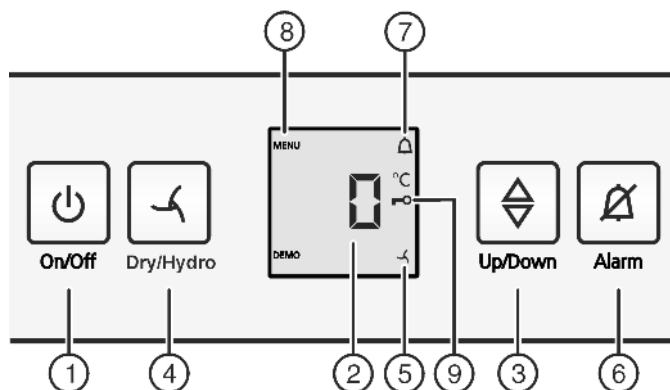

Fig. 2
- ▶ Taste On/Off Fig. 2 (1) drücken.
- ▶ Einstellmodus aktivieren: Taste Dry/Hydro Fig. 2 (4) ca. 6 s drücken.
- ▷ Das Symbol Menu Fig. 2 (8) leuchtet.
- ▶ Die Taste Dry/Hydro Fig. 2 (4) kurz drücken, um zu bestätigen.
- ▶ Zum Einschalten der Kindersicherung Taste Dry/Hydro Fig. 2 (4) kurz drücken.
- ▷ Das Symbol Kindersicherung Fig. 2 (9) leuchtet. In der Anzeige blinkt **cl**.
- ▶ Zum Ausschalten der Kindersicherung Taste Dry/Hydro Fig. 2 (4) kurz drücken.
- ▷ Das Symbol Kindersicherung Fig. 2 (9) erlischt. In der Anzeige blinkt **cl**.
- ▶ Einstellmodus deaktivieren: Taste On/Off Fig. 2 (1) drücken.
- ▶ Taste Alarm Fig. 2 (6) drücken.